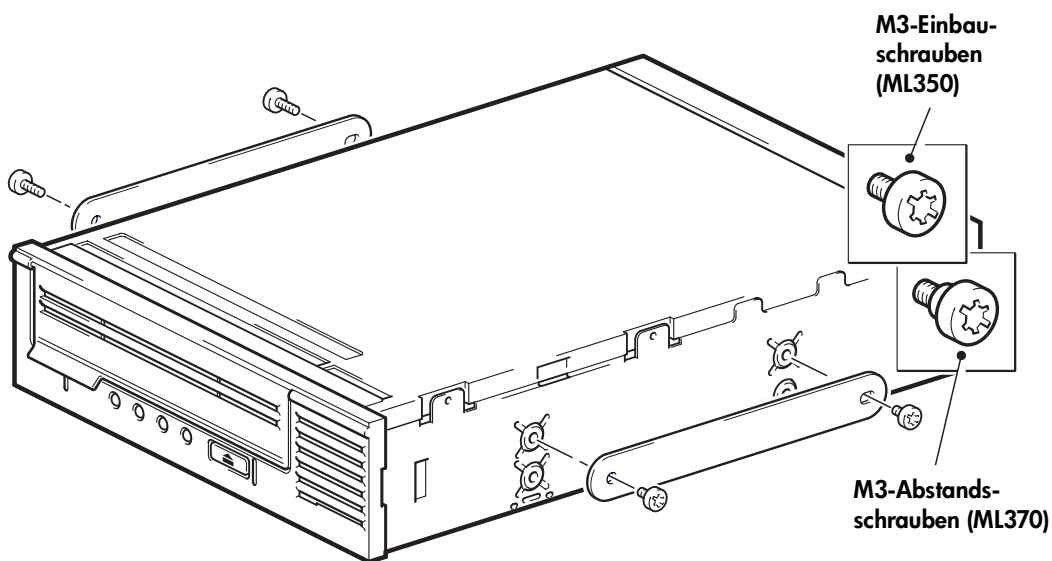

Abbildung 5b: Anbringen der Einbauschrauben in einem typischen HP ProLiant 350 oder 370 Server
- 1 Befestigen Sie die entsprechenden Schrauben mit einem T8-Torx-Schraubendreher. Gegebenenfalls müssen Sie die M3-Schrauben getrennt erwerben. Befestigen Sie die Schrauben wie in Abbildung 5b gezeigt.